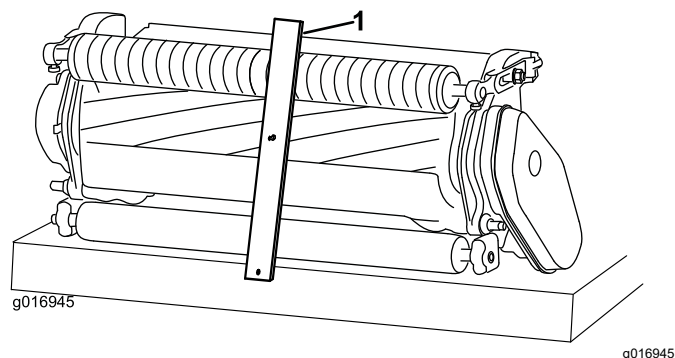

Рисунок 15
2. Зацепите головку винта мерной планки регулировки высоты скашивания за правую сторону режущей кромки неподвижного ножа и приложите задний конец планки к заднему валику (Рисунок 15).